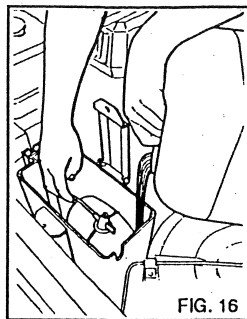

FIG. 16
- 4) Versare nella vaschetta circa 3 lt. di antigelo (fig. 16).